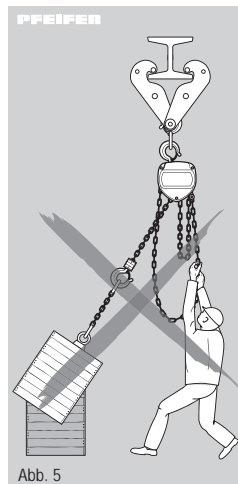

Abb. 5
- Schrägzug, d.h. seitliche Belastung auf den Tragbolzen und die Seitenplatten durch falsches Einhängen einer Last ist verboten (Abb. 5). Immer in einer geraden Linie zwischen Aufhängepunkt und Lastanschlagpunkt heben.